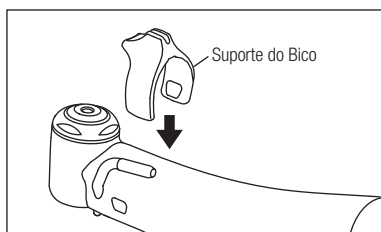

Fig. 6
1) Prenda o Suporte do Bico. (Fig. 6)